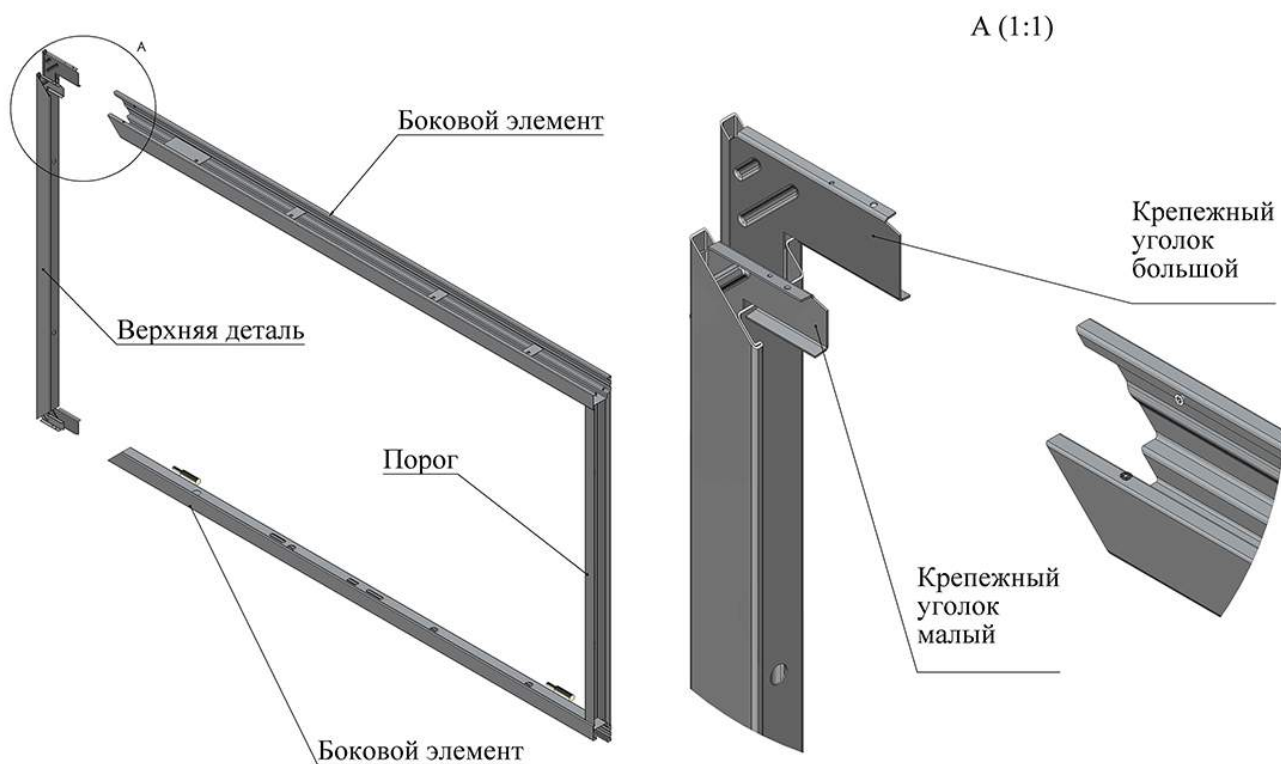

Рис.1
10.1 Сборку начинаем с установки крепежных уголков в верхнюю деталь. см. Рис.1. Установить верхнюю деталь с крепежными уголками в угловые части боковых элементов (место спила 45 градусов.).